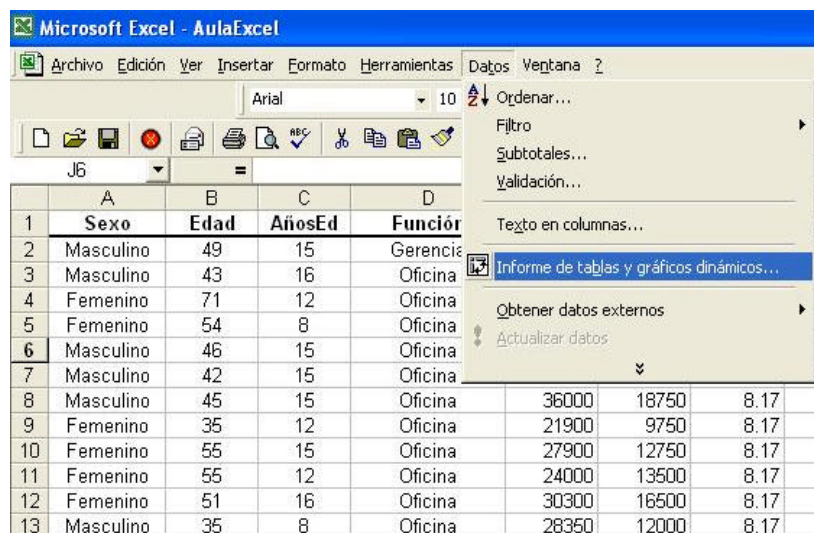

Figura 1 Opción de tabla dinámica
- a) Busque el menú DATOS en la barra principal de Excel. Luego busque la opción INFORME DE TABLAS Y GRAFICOS DINAMICOS, vea la Figura 1. Seleccione esta opción.
- b) Al seleccionar la opción señalada en la Figura 1, surgirá en la pantalla un cuadro similar al mostrado en la Figura 2. Se trata de la etapa 1 de 3 (en Excel 97 se necesitan 4 pasos)